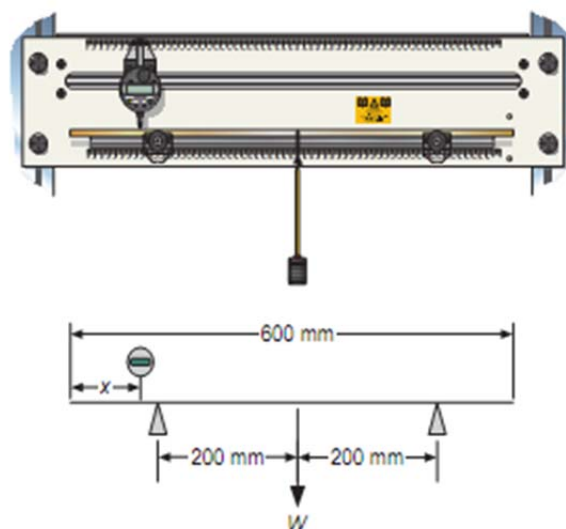

Figure 4 : schématisation de l'expérience 3
Le principe de cette expérience est comme illustré dans la figure4 consiste à déterminer la déformée en plusieurs positions de la poutre.
- ✓ Installer la poutre comme schématiser sur la figure 4 sans accrocher le support de poids.